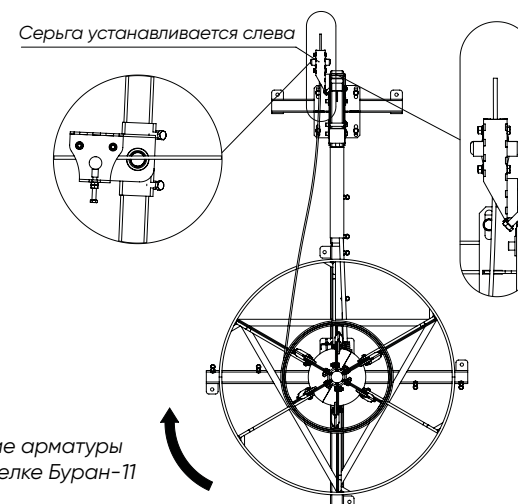
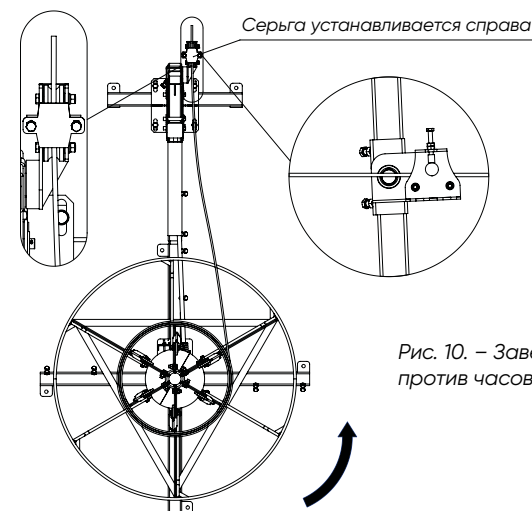

Рис. 9. Заведение арматуры по часовой стрелке Буран-11
Рис. 10. – Заведение арматуры против часовой стрелки Буран-11
- на модели ВРК Буран-11 арматура продевается через серьгу на подвижной стойке; Если бухта разматывается по часовой стрелке, серьгу необходимо установить по левую сторону стойки (см. рис. 9), если бухта разматывается против часовой стрелки – по правую сторону стойки (см. рис. 10);